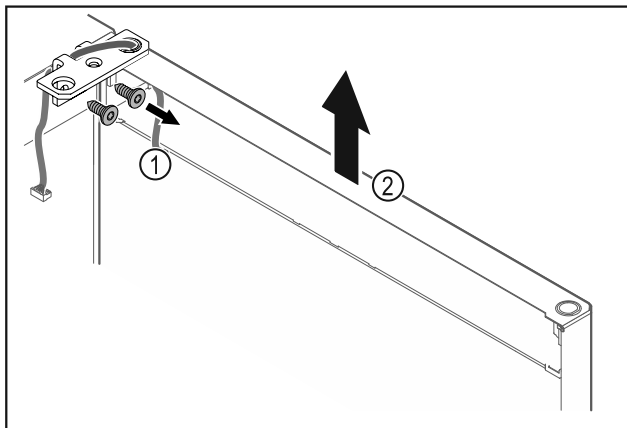

Fig. 19
- ▶ Scharnierwinkel Fig. 19 (1) abschrauben.
- ▶ Tür inklusive Scharnierwinkel Fig. 19 (2) circa 200 mm gerade nach oben heben und abnehmen.